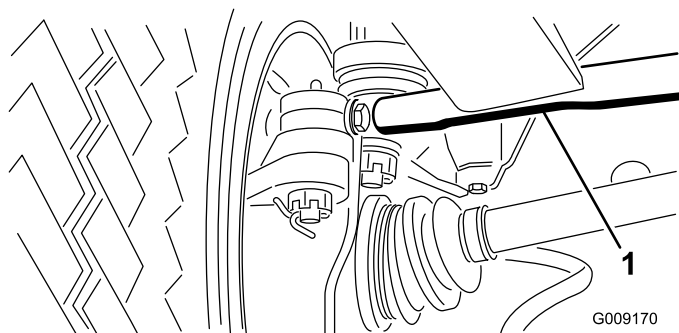

Bild 57
- Lösen Sie am rechten Vorderrad die Klemmmuttern an beiden Seiten der Zugstange (Bild 57).